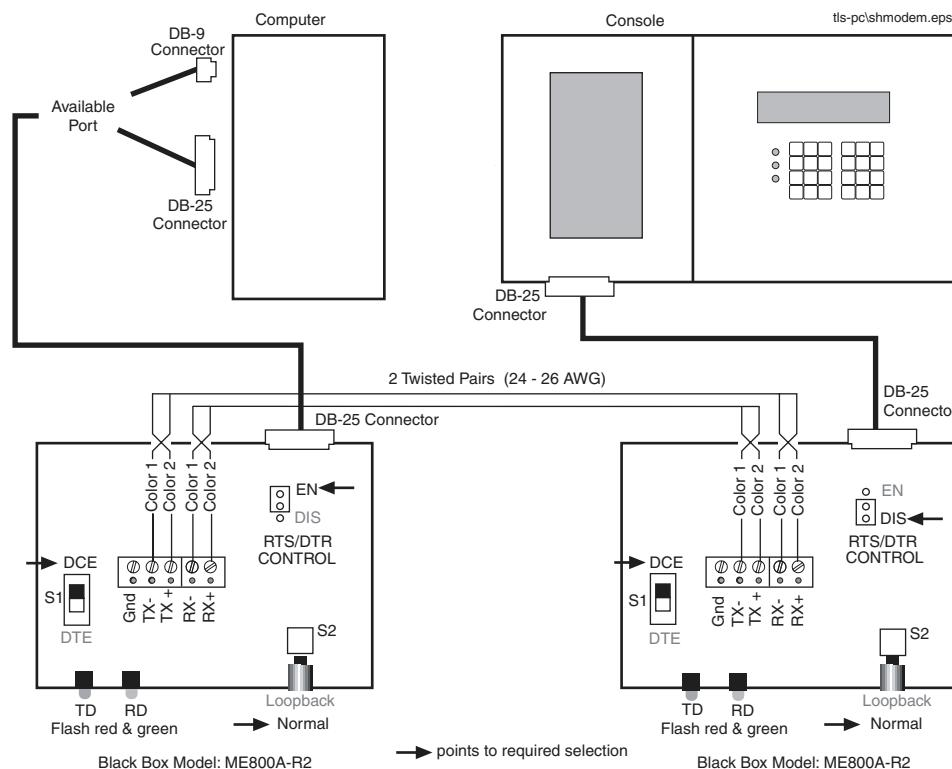

Figura 1. Para conectar una consol TLS a una PC via de módems de corta distancia
Para extensiones de cable superiores a 50 pies (15,20 m) recomendamos el uso de un módem asíncrono de corta distancia, Black Box modelo ME800A [consulte la Figura 1 na página 3]: o equivalente. Puede entrar en contacto con Black Box en P.O. Box 12800, Pittsburgh, PA 15241 U.S.A.; teléfono: (724) 746-5500; fax: (724) 746-0746; o en la dirección de Internet <http://www.blackbox.com>.